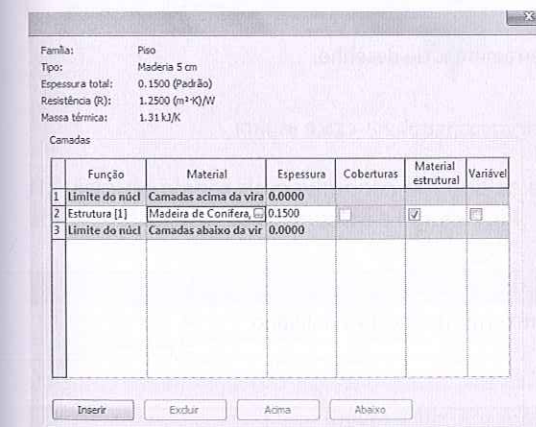

Figura 9.38 – Piso definido com espessura 5 cm.
6. Em seguida, as propriedades do piso devem ficar como na Figura 9.38.